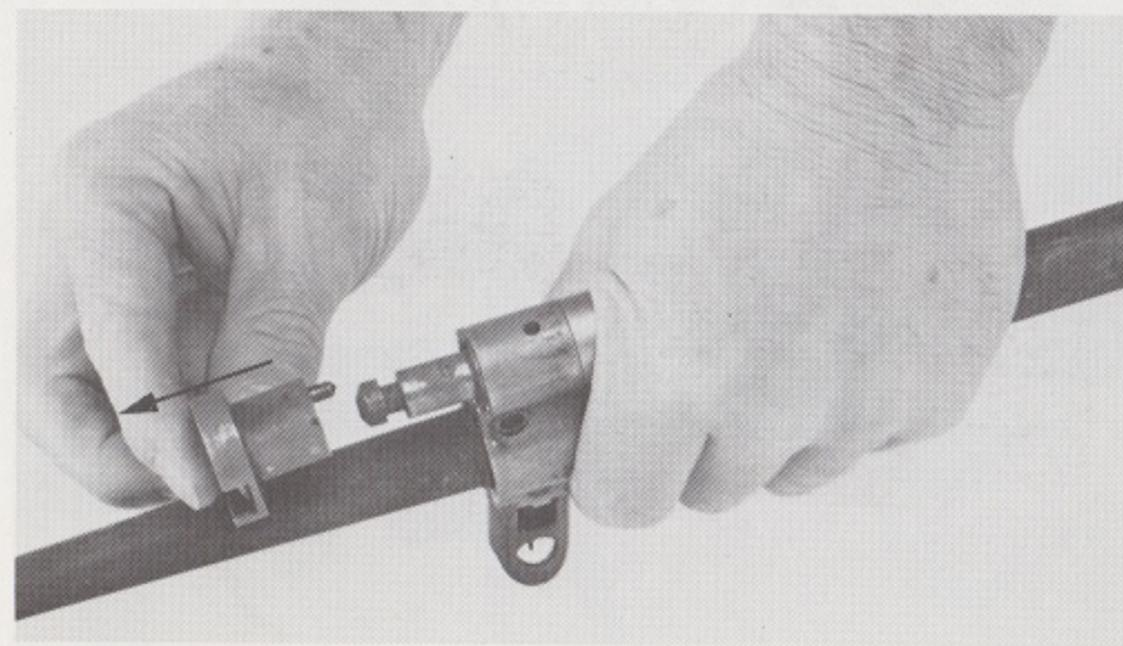

Fig. 27
- Tourner le bouton de manœuvre du régulateur de manière à faire passer le bouton d'arrêt sur la pointe du guide du ressort récupérateur et continuer le mouvement jusqu'à ce que le bouton de manœuvre du régulateur soit libre et se démonte (Fig. 27).